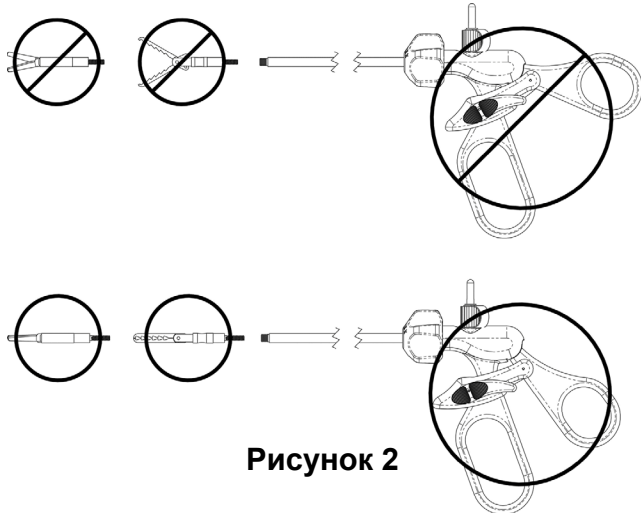

Рисунок 2
- Осторожно сблизьте лезвия или губки указательным и большим пальцами до полного смыкания (рисунок 2).